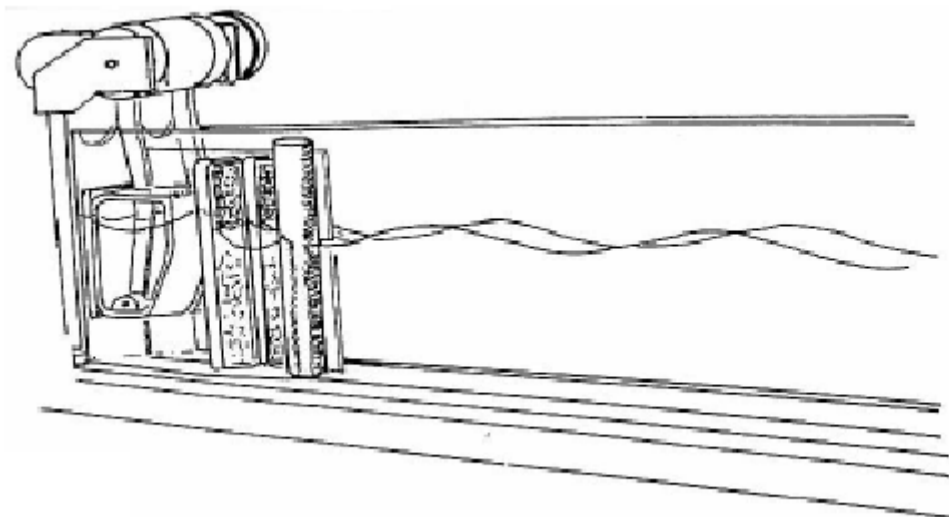

Fig. 3 Superposição de ondas de fase idêntica
- Depois que a onda entrar no canal em I, determinar a sua amplitude (fig. 3).